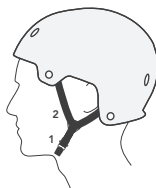

Figura 4. Hebilla izquierda (1), correa de sien izquierda (2)
3. Desliza el regulador de la correa de la sien izquierda (Figura 4) hasta situarlo justo debajo del lóbulo de la oreja izquierda.